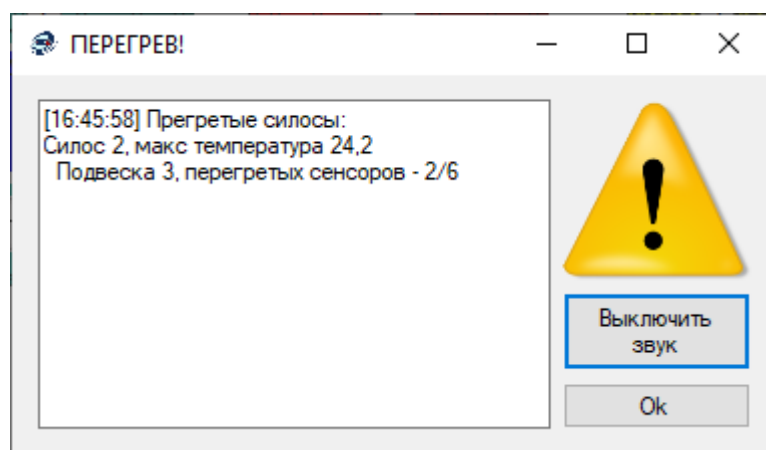

Рисунок 13 – Окно оповещающее о перегреве
- Звуковой сигнал. Если опция включена, то при обнаружении перегрева, помимо окна с предупреждением и информированием (Рисунок 13) будет воспроизводиться звуковой сигнал.